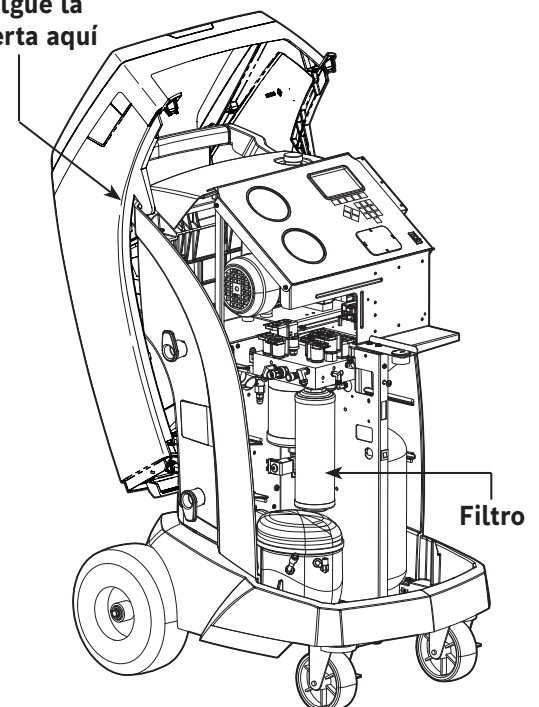

Figura 11
3. Cuelgue la cubierta en la parte posterior de la máquina como se muestra en Figura 11.
6. Instale el nuevo filtro girándolo a la derecha hasta su posición. Verifique que el filtro esté ubicado correctamente como se muestra en Figura 11. Apriete el filtro a 20 Nm.
4. Cuelgue la cubierta en la parte posterior de la máquina como se muestra en Figura 11.